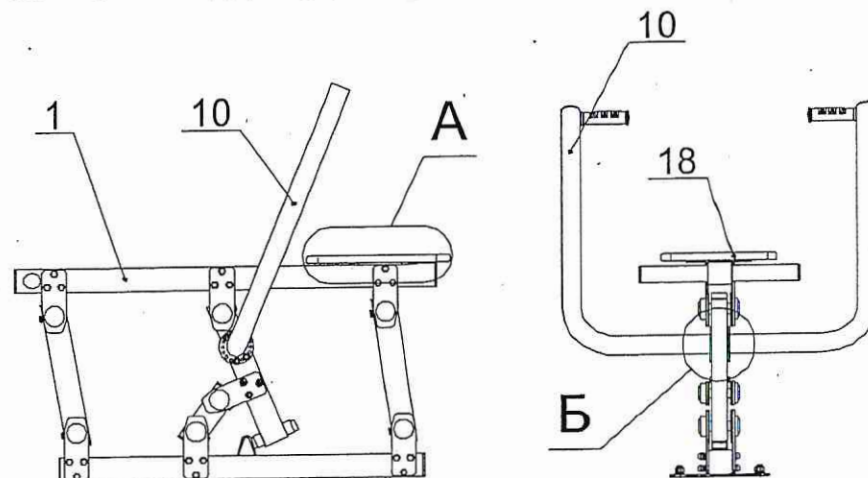

Рис.4
9.3.3 Произвести сборку тренажера (рис.4...6):